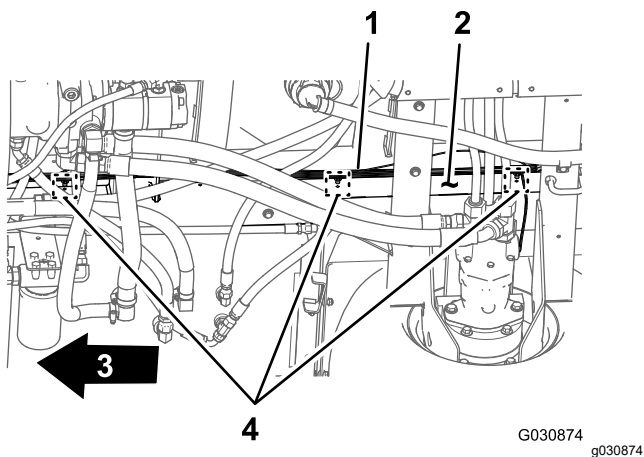

Figure 14
3. Retirez les 3 fixations enfichables qui fixent le faisceau arrière dans les trous du tube de cadre droit de la machine (Figure 14).